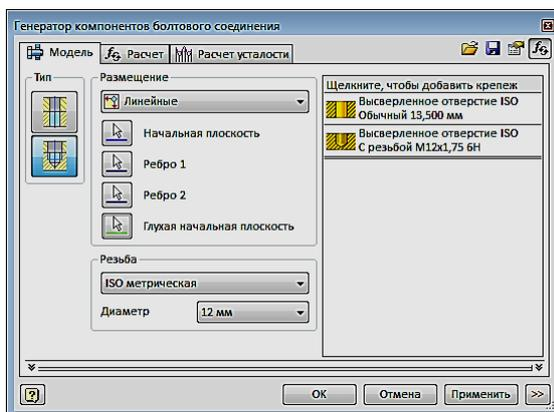

Рис. 88. Диалоговое окно
1. Выберите на ленте вкладку «Проектирование» ► панель «Крепление» ► «Болтовое соединение» . Откроется диалоговое окно «Генератор компонентов болтового соединения» (рис. 88).
7. Введите другие параметры как показано на рис. 88.